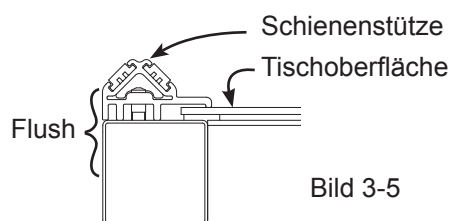

Bild 3-5
**3-8 :** Richten Sie die (1) Schienenstütze auf der Rückseite der Tischkonstruktion so aus, dass diese ebenflächig anliegen (Siehe Bild 3-5).